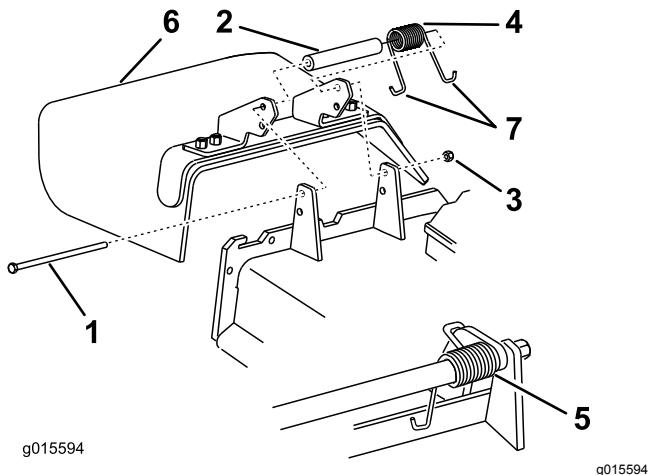

Figura 108
- Togliete il dado di bloccaggio, il bullone, la molla e il distanziale che fissano il deflettore alle staffe orientabili del tosaerba (Figura 108).
- Togliete il deflettore di sfalcio se è danneggiato o consumato (Figura 108).
Nota: Verificate che l'estremità a J della molla si trovi dietro il bordo del piatto di taglio prima di montare il bullone, come illustrato in Figura 108.
6. Infilate l'estremità a J della molla attorno al deflettore di sfalcio (Figura 108).